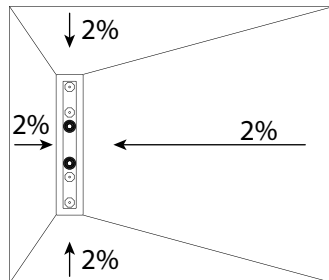

Fig.17
- Pendientes suelo hacia el sumidero de 2% (ver Fig.17).